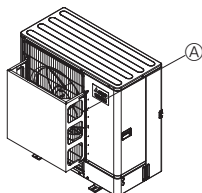

Fig. 2-3
- ② Τοποθετήστε έναν προαιρετικό οδηγό αέρα, αν πρόκειται να εγκαταστήσετε τη μονάδα σε σημεία όπου υπάρχει το ενδεχόμενο να φυσούν απευθείας στο στόμιο εξαγωγής του αέρα πολύ δυνατοί άνεμοι κτλ. (Fig. 2-3)